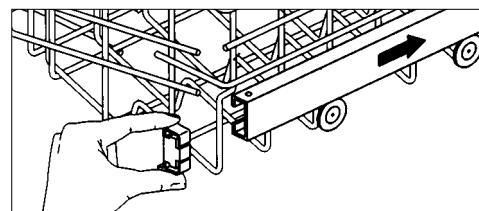
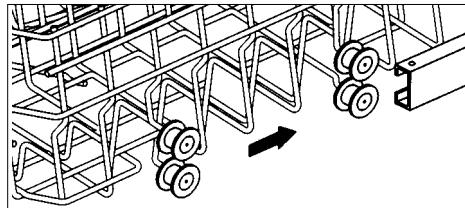

fig. 7
fig. 8
- Tirez le panier complètement vers l'avant et enlevez la languette de protection sur le côté droit (voir fig. 7). Sortez le panier du lave-vaisselle. Placez l'autre jeu de roulettes dans les rails (voir fig. 8) et replacez la languette de protection.